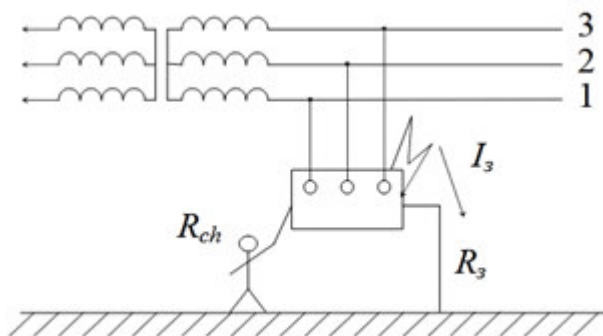

Рис. 1 - Схема включения человека в электрическую цепь ( $U = 380/220$  В)
1. Рассчитать ток, проходящий через человека, стоящего на мокром полу в обуви с кожымитовой подошвой и касающегося заземленного корпуса установки, находящейся в аварийном режиме (рис. 1). Установка питается трехфазным напряжением от сети с изолированной нейтралью. Сделать вывод относительно опасности такого прикосновения.